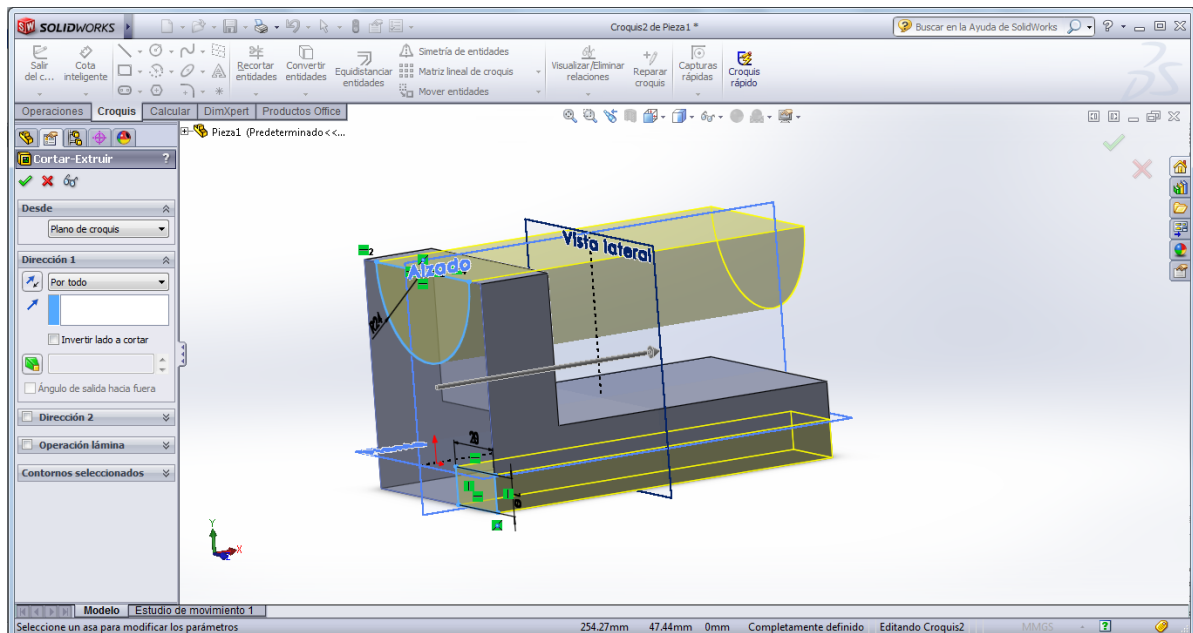
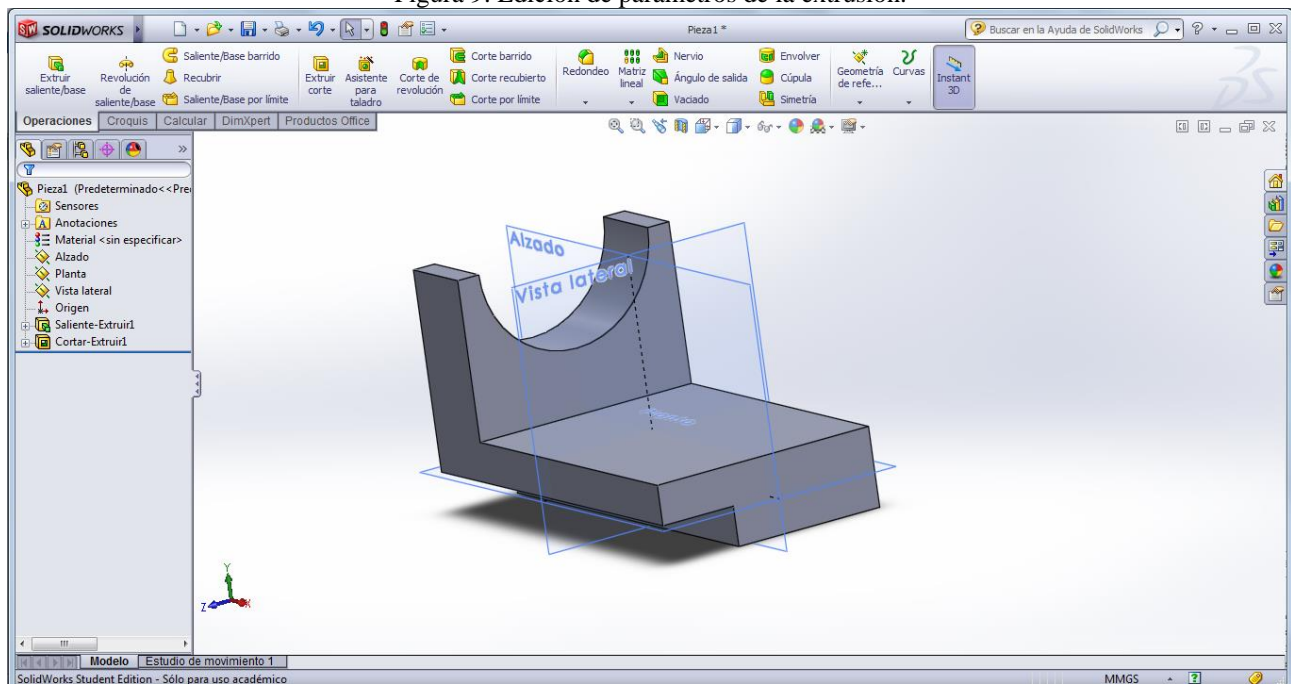

Figura 9. Edición de parámetros de la extrusión.
Figura 10. Sólido extrudido, con operaciones de corte.
- g) Complete el croquis con el ícono equivalente al “check”, y aparecerá la pantalla de la extrusión, similar a la mostrada en la Figura 9. Allí, seleccione la opción “por todo” en la pestaña desplegable donde dice “Dirección 1” y se cortará toda la pieza. Esta opción es útil si se quiere atravesar todo el sólido con el corte. Una vez conforme con los parámetros de la extrusión, seleccionar el “check” nuevamente y se obtendrá el sólido cortado, como se muestra en la Figura 10.